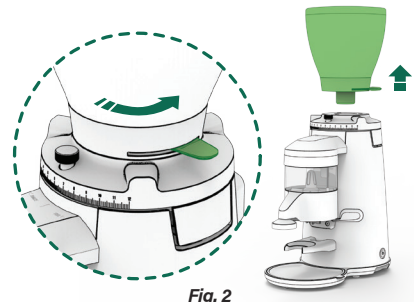

Fig. 2
**11.3.2** Comprobar que el obturador está en posición cerrada antes de retirar la tolva del regulador de molienda (7) (Fig. 2).